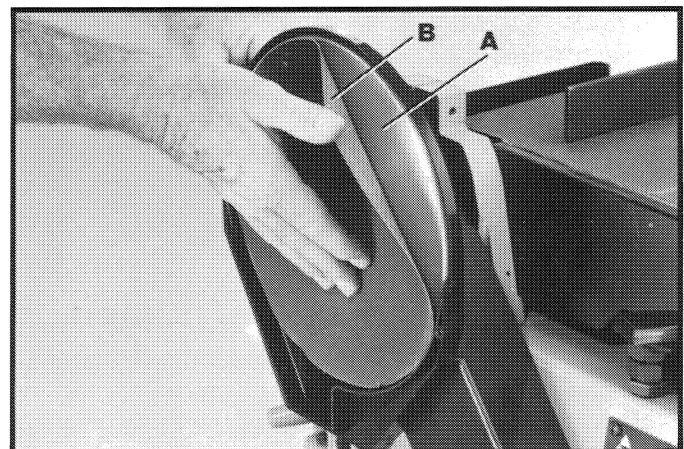

Fig. 12
1. Asegúrese que el plato del disco de lijado (A) Fig. 12 esté limpio.
2. Quite el respaldo del disco de lijado (B) Fig. 12, y oprima el disco firmemente en su sitio completamente alrededor del plato del disco de lijado (A), como puede apreciarse aquí.